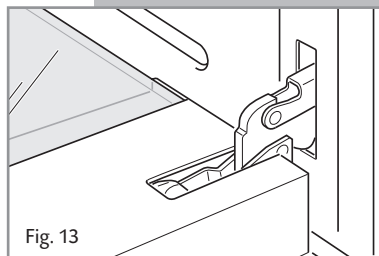

Fig. 13
- Fully open the oven door (fig. 13).